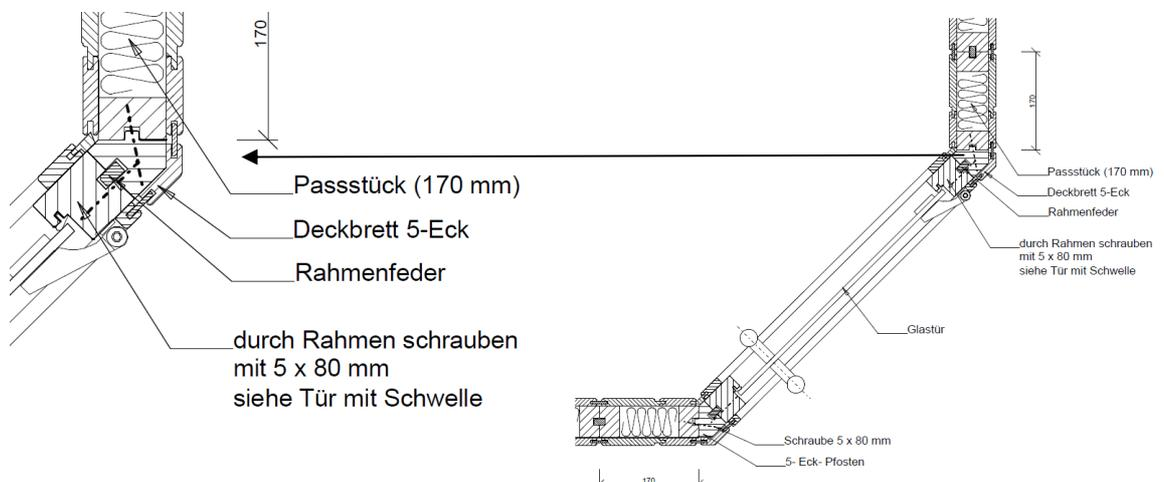

Abbildung 13
2. Die 5-Eck-Pfosten an die Wandelemente schrauben (5 x 80 mm) (Abbildung 13).